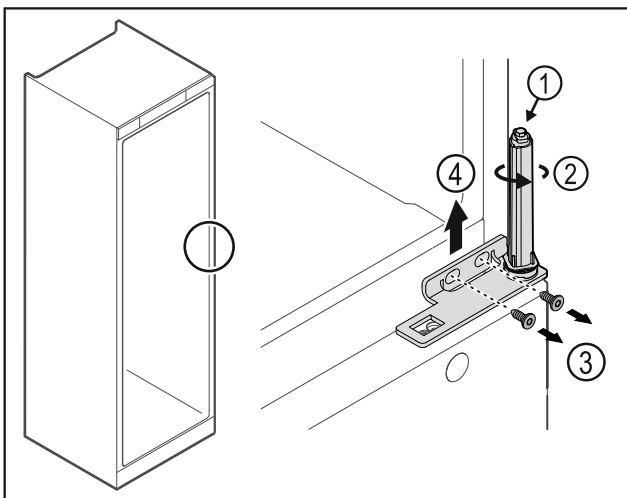

Fig. 27
- ▶ Ne szedje szét az ajtó zárrendszert Fig. 27 (1).
- ▶ Forgassa el a zárrendszert Fig. 27 (2), amíg az be nem kattán.
- ▶ Oldja ki a csavarokat Fig. 27 (3), majd felfelé vegye le a csuklópántot Fig. 27 (4).